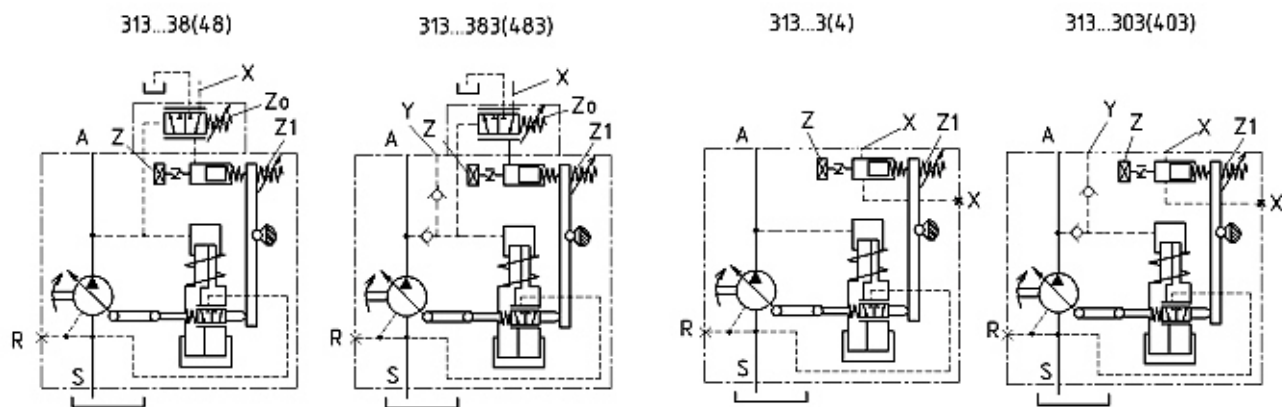

Рис. 7 – Гидравлические схемы насосов с пропорциональной позитивной гидравлической настройкой и клапаном отсечки в серволинии.
- Клапан отсечки (винт Z_0) (см. рис. 7), имеющийся на данном насосе, осуществляет контроль рабочего давления P на выходе из насоса и обеспечивает автоматический сброс давления управления P_y , при давлении P превышающем давление настройки клапана отсечки $P_{отс}$, что приводит к плавному выводу насоса к исходному состоянию.